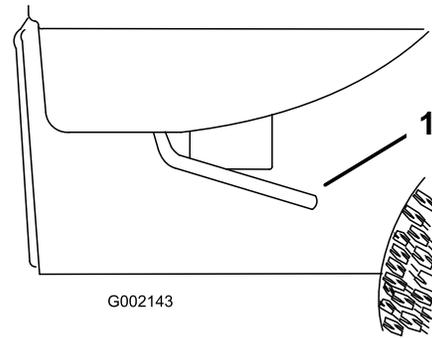

Figura 23
1. Levante la palanca situada en cada lado de la plataforma y eleve la plataforma (Figura 23).